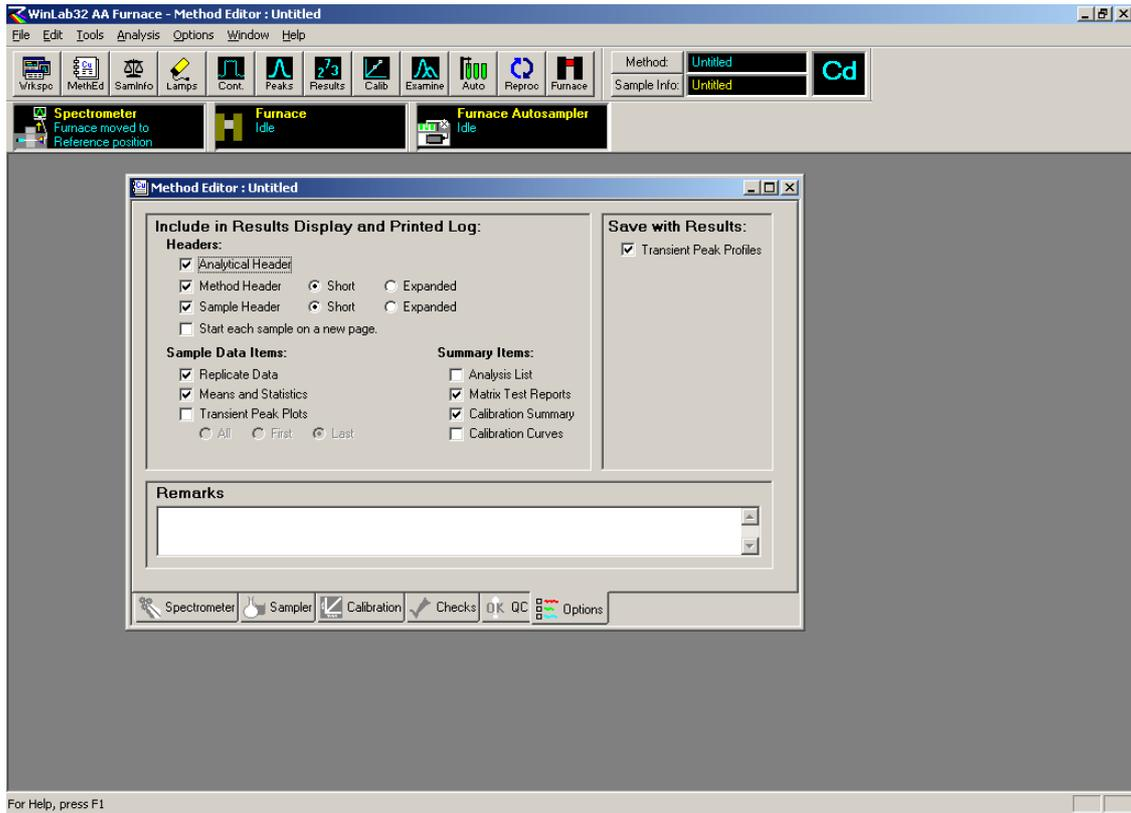

图 40. 方法编辑中的”Option”页面
2.2.16 “QC”是使用正规的质控标样对测定过程进行全自动控制, 保证测量结果可靠性的一种重要手段. 它又被分为 5 个分页面, 它们分别供输入所使用的质控标样的名称, 放在自动进样器的位置, 是否被当作普通样品一样计数, 是否减试剂空白; 每一个质控标样的浓度或含量及其上下限; 何时测定质控样品; 质控标样测定浓度没有落到已知上下限范围时仪器应采取的步骤. 在上述页面被恰当填入后, 方法编辑可进入到最后页面“Option”如下图 40: